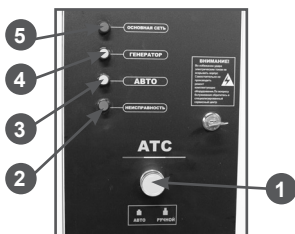
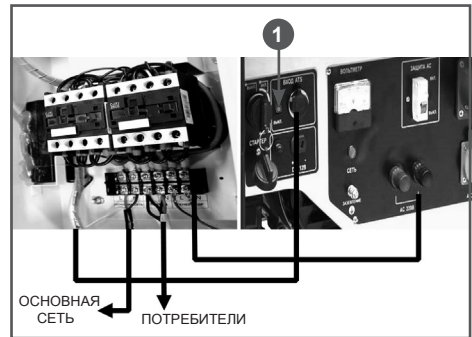

Рис. 11 Контрольная панель блока ATS
Рис. 12 Схема подключения блока ATS
Контрольная панель блока ATS приведена на Рис. 11.
Схема подключения блока ATS показана на Рис. 12.
После подключения блока ATS для установки/перевода генератора в автоматический режим работы установите выключатель (1) Рис. 12 в положение «ВЫКЛ». Кнопку (1) Рис. 11 на панели блока установите в положение «АВТО».
При невозможности запуска генератора после трех попыток, блок ATS остановит программу и загорится лампочка индикатора ошибок (2) Рис. 11. В этом случае необходимо проверить и устранить проблему запуска двигателя, а затем перезапустить блок ATS.
Для этого необходимо кнопку (1) Рис.11. установить в положение «Ручной» и через 2-3 секунды вновь установить в положение «Авто».